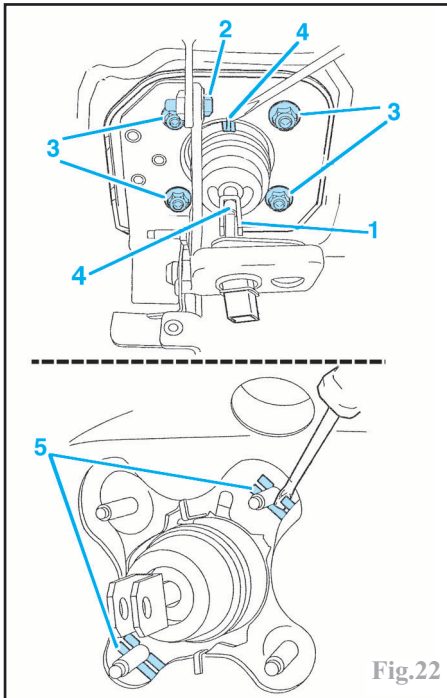

Fig.22
Désaccoupler l'axe (1) de la tige du servofrein (Fig.22).